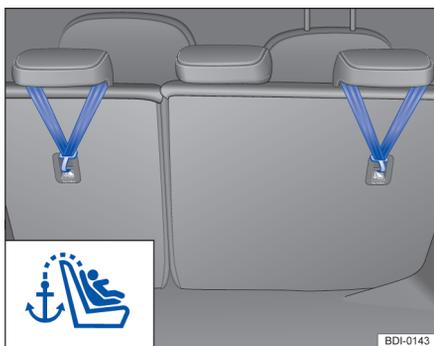

图 91 带顶部紧固绳的 ISOFIX 儿童座椅
- 将儿童座椅插到 ISOFIX 固定环上 ⇒ 图 91，直到听见儿童座椅的啮合声。
- 安装正向儿童座椅时，将座椅靠背尽可能向前调节，使其靠在儿童座椅上 ⇒ 图 91。
- 将顶部紧固绳固定到行李厢紧固环上 ⇒ 图 91。
- 带有 ISOFIX 装置和顶部紧固绳的儿童座椅上标有一个示意图 ⇒ 图 91。